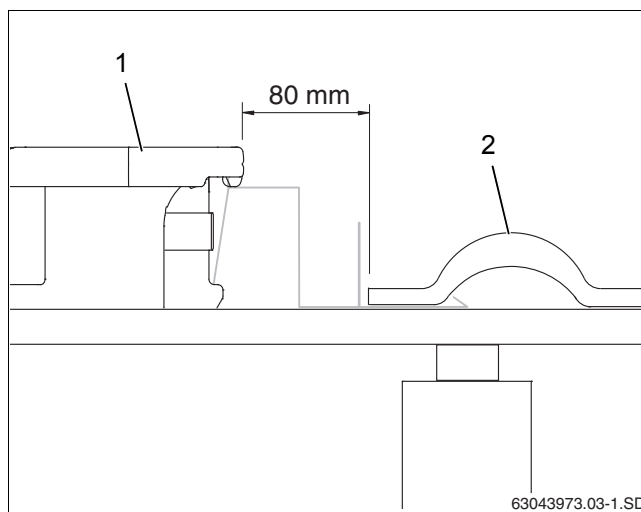

Рис. 22 Укладка и крепление первого коллектора
- ▶ Первый коллектор (рис. 22, [1]) должен встать в крепление от сползания на расстоянии 80 мм от крайней (возможно, вырезанной) черепицы (рис. 22, [2]).